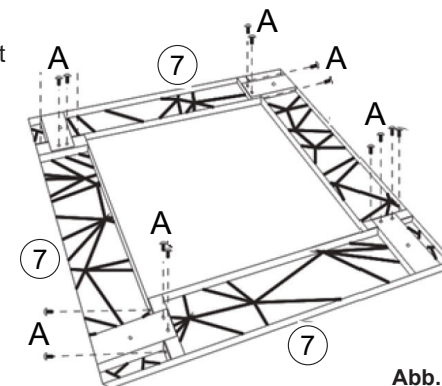

Abb. 1
Legen Sie die Teile auf eine glatte, ebene Oberfläche und befestigen Sie die 4 oberen Rahmenteile (7) mit der Schraube (A) im quadratischen Rahmen. (siehe Abb. 1)